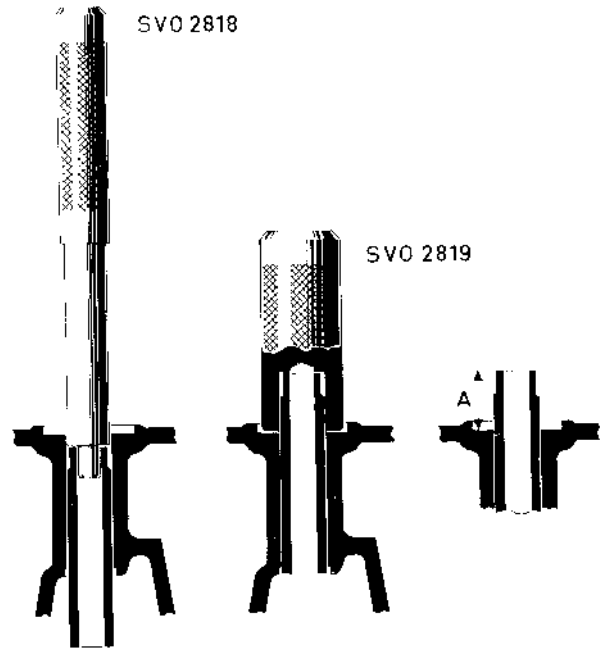

Figure B4 Echange des guides de soupapes
1. Extraire les anciens guides avec l'outil SVO 2818, voir figure B4.
2. Monter les nouveaux guides en se servant du mandrin SVO 2819 qui permet de les positionner à la profondeur requise, voir figure B4.